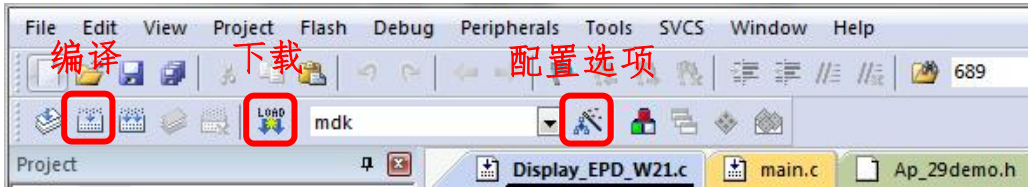
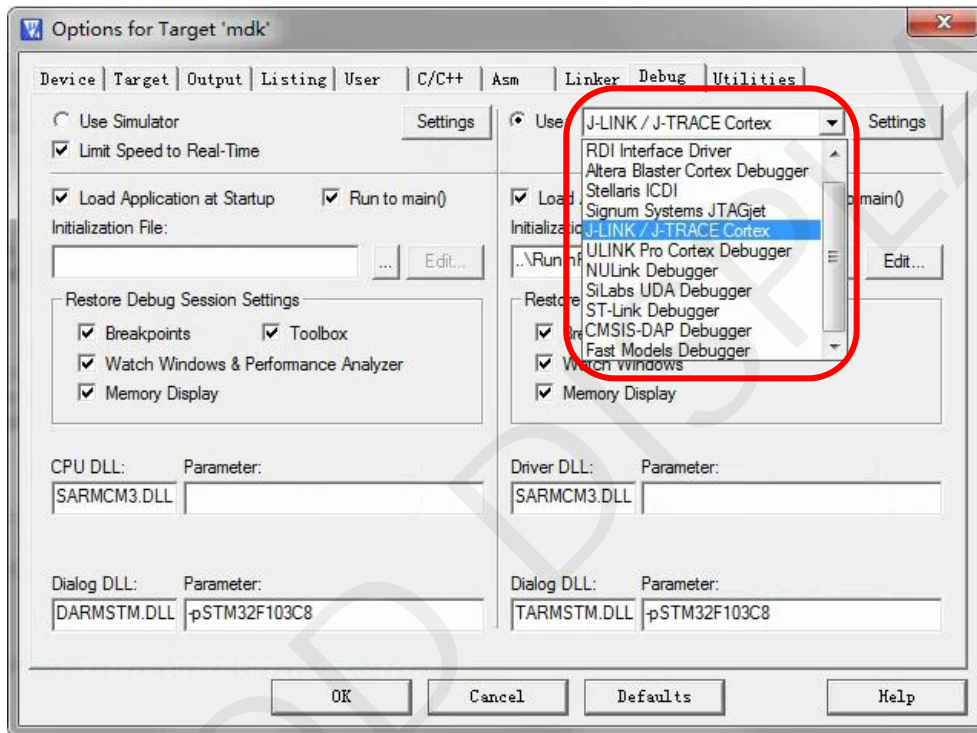
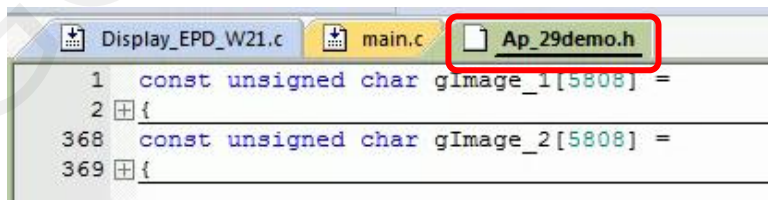

图 8 Keil4 工具栏
图 9 选择仿真器型号
图 10 更换图片数据
4) Keil4 工具栏如图 8 所示，首次使用仿真器需要点击 ，弹出图 9 对话框，在 Debug 栏选择仿真器型号，点击 OK 确定。
5) 点击图 10 中的 Ap\_29demo.h，可在其中更换需要显示的图片数据（图片数据需要通过取模软件 Image21cd 对图片取模来获取）。
6) 点击图 8 工具栏中的  对程序进行编译。
7) 点击图 8 工具栏中的  对程序进行下载。
- 9) 更换图片时，需要使用 Keil4 修改图片数据（如图 10），修改完成后进行编译（如图 8）即可生成新的 mdk. hex 文件，重新选择该文件即可进行下载。